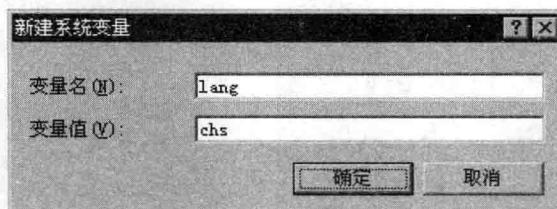

图 1.2.5 “新建系统变量”对话框
- 步骤 05** 在图 1.2.5 所示的“新建系统变量”对话框中，创建 **变量名 (N)** 为 lang、**变量值 (V)** 为 chs 的系统变量。